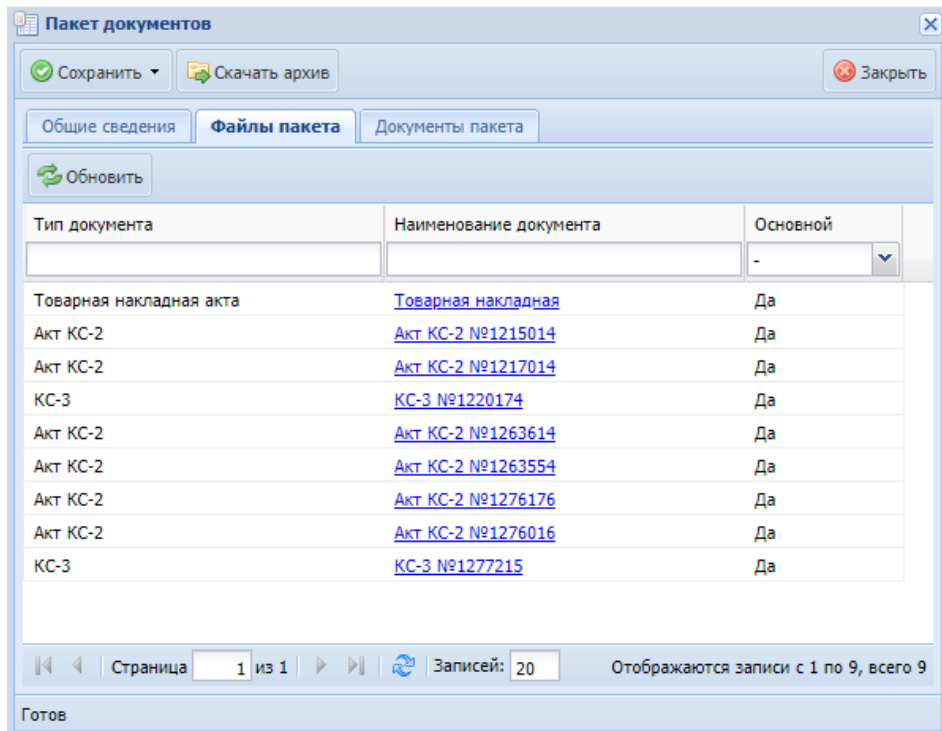

Рис. 171. Форма редактирования пакета документов. Файлы пакета
- Проверить в отображенном реестре состав прикрепленных документов (документы с признаком «основной» подтягиваются в пакет документов автоматически по связи с КС-3) (Рис. 171):